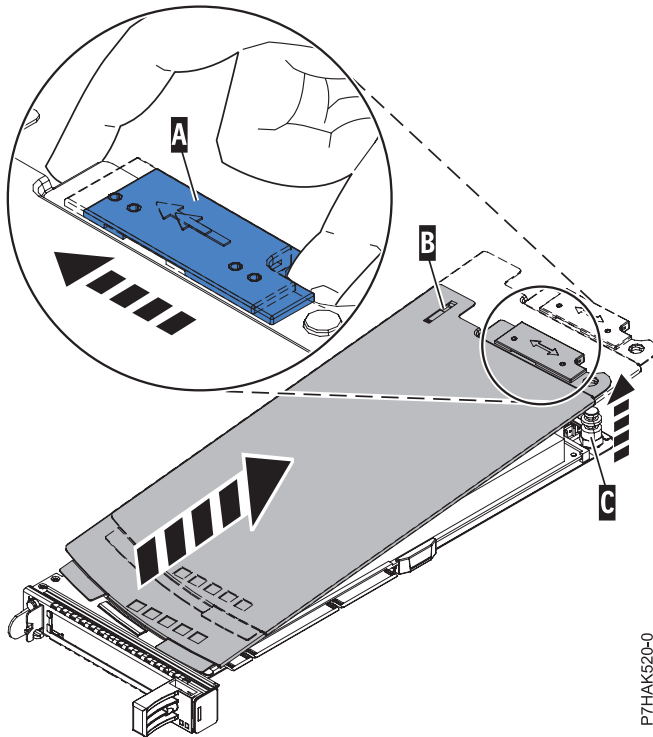

Figura 5. Extracción de la cubierta de la casete de adaptador PCIe
- a. Deslice el pestillo de la cubierta (A) para separarla del pivote (C) tal como se muestra en la Figura 5 en la página 6.
- b. Levante la cubierta (B) para sacarla del pasador pivote (C).